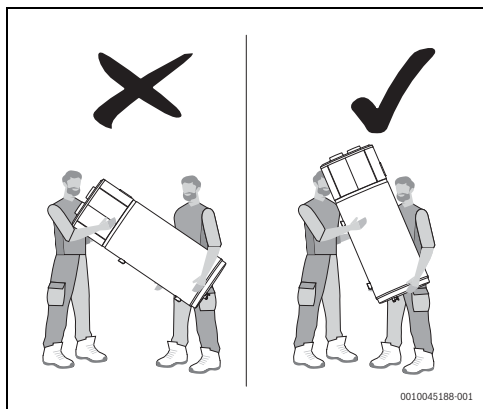

Bild 6
- ▶ Gerät nicht an den oberen Blenden festhalten (Abb. 6).